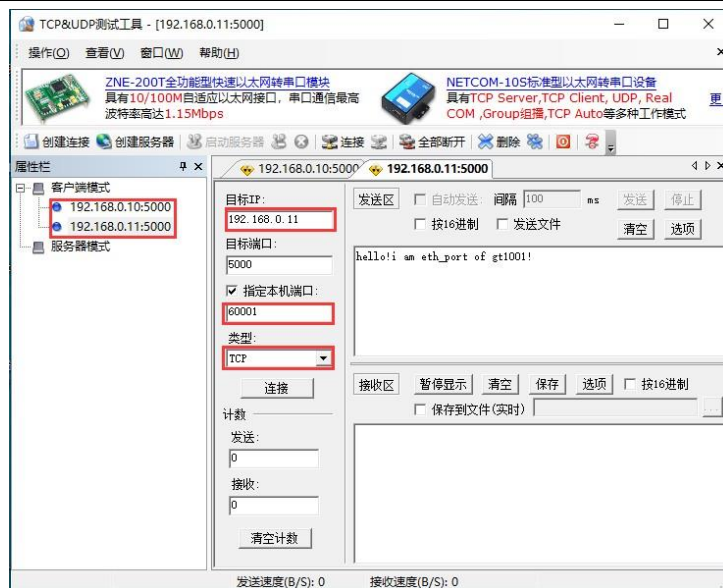

Abbildung 6-20 Setup-Schnittstelle für mehrere Server mit einem seriellen Anschluss
(5) Der Computer fungiert als Client und kann mit den in Abbildung 6-20 gezeigten Softwareeinstellungen Verbindungen zu mehreren TCP-Server-Modulen herstellen.